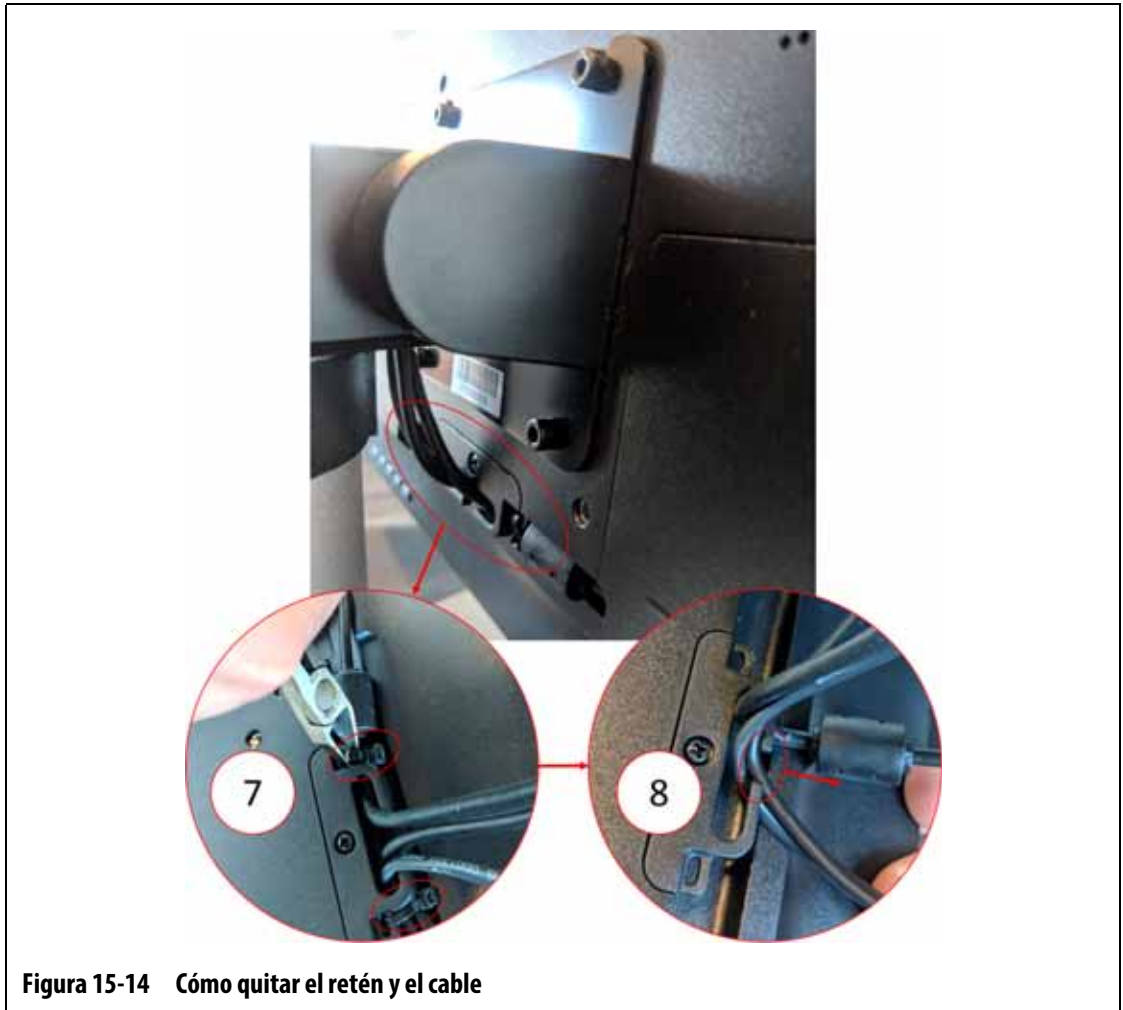

Figura 15-14 Cómo quitar el retén y el cable
9. En la parte posterior del monitor táctil, en el área inferior central, encontrará el retén del cable en forma de "C". Corte los precintos a ambos lados. Consulte la leyenda número 7 en la Figura 15-14.
10. Quite los cables del retén. Consulte la leyenda número 8 en la Figura 15-14.